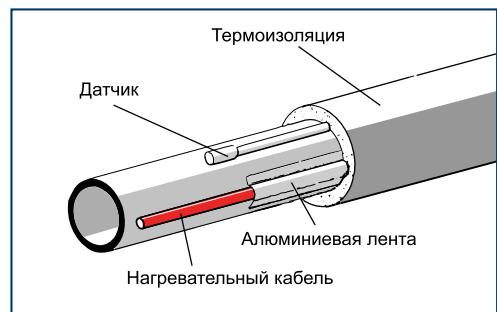

Рис. 1
1. Один или несколько кабелей укладываются по прямой линии вдоль трубы. Рис. 1, 2;